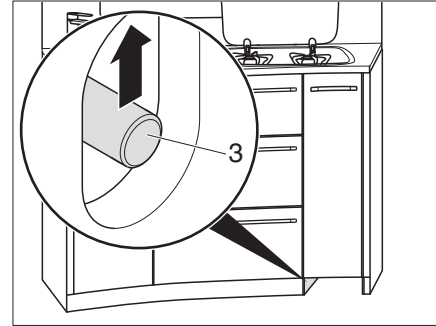

Fig. 121 Sbloccare i cassetti della cucina
- Spingere l'asta di spinta (Fig. 121,3) verso l'alto.